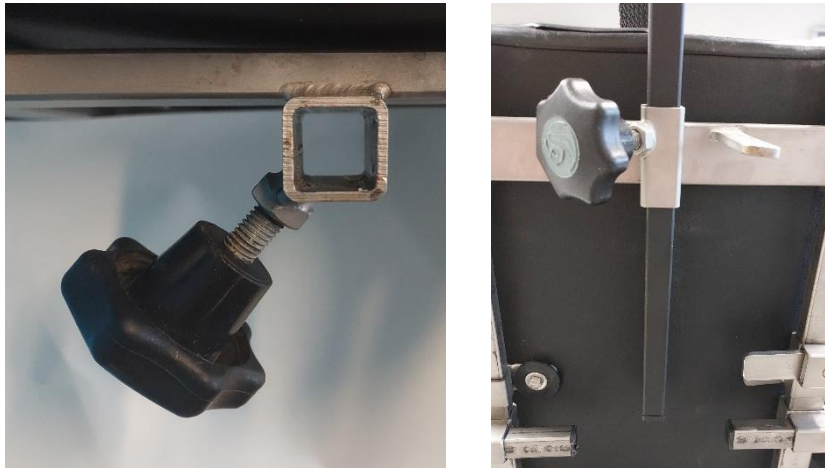

Abbildung 10. 15 x 15 mm quadratischer Halter.
2. Stecken Sie die vertikale Stange des CoMoveIT Smart in die Halterung auf der Rückseite des Rollstuhlsitzes und ziehen Sie den Drehknopf fest. CoMoveIT Smart passt in jeden quadratischen 15 x 15 mm Halter. Siehe Abbildung 10.